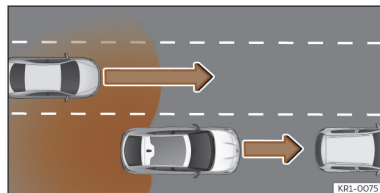

Abb. 135 Überholen mit Verkehr im hinteren Bereich.
- Bei einer Überholung durch ein anderes Fahrzeug >>> (**Abb. 135**).